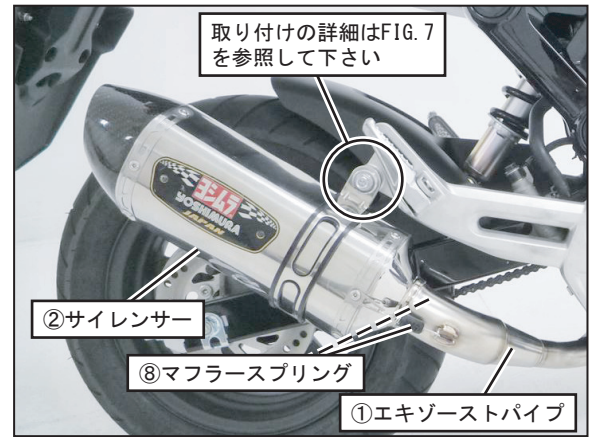

FIG. 6
5. ①エキゾーストパイプに②サイレンサーを取り付け、スプリング取付工具を使用して⑧マフラスプリングを取り付けて下さい。(FIG. 6 参照)
6. ③サイレンサーバンドに④サイレンサーバンド用スペーサーラバーを取り付けてから③サイレンサーに通し、純正ボルト、純正ワッシャ、純正ナットを使用して、車両のタンデムステップブラケットに仮締めして下さい。(FIG. 6, 7 参照)